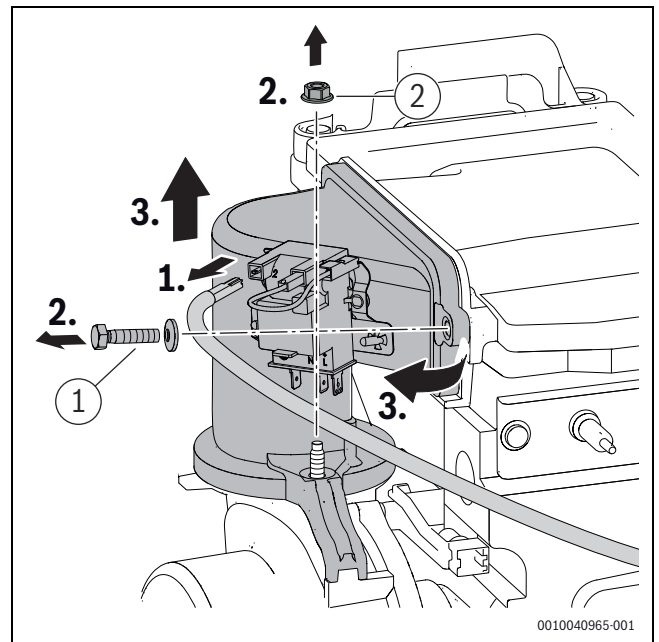

Bild 78 Mischeinrichtung ausbauen
- ▶ Schraube und Mutter ([1] und [2], Bild 78) an der Mischeinrichtung mit 5,5+0,5 Nm festziehen.